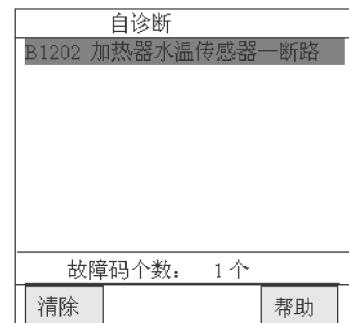

图 7-46 显示 DTC B1202
- 3) 读取故障码，是否显示 DTC B1202? DTC B1202 的显示如图 7-46 所示。